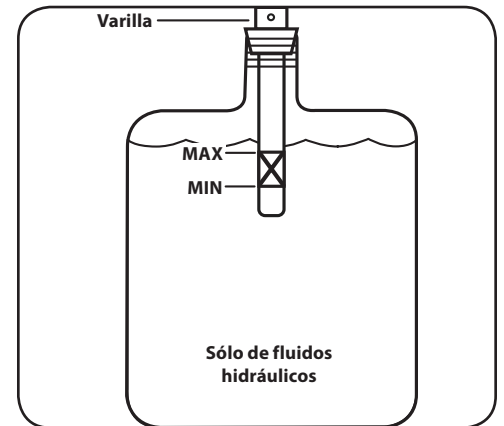

Figura 4-4
13. Vuelva a llenar el depósito dentro de los límites marcados en la varilla. Vea la Figura 4-4.